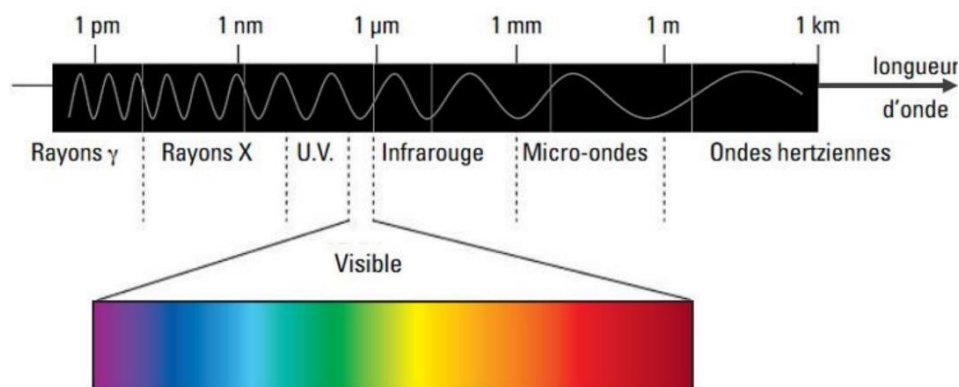

Figure 2 : Représentation du spectre électromagnétique et ses principaux domaines (avec : UV = ultraviolet)
Seulement quatre types de capteurs recouvrent presque la totalité des applications de télédétection par drone en agriculture de précision : le capteur RVB (Rouge-Vert-Bleu ou RGB), le capteur multispectral, le capteur hyperspectral et le capteur thermique. On peut ajouter à ces 4 capteurs le LiDAR, qui fonctionne différemment en recourant à des faisceaux laser. Les hauteurs de vol sont comprises entre 1 et 120 m (hauteur maximal légale autorisée par la réglementation française à ce jour). Les longueurs d'ondes des capteurs s'étendent sur une variété de spectres (cf. figure 2) avec une résolution spectrale pouvant descendre jusqu'à 10 nm (capteur hyperspectral). La résolution spatiale du capteur multispectral varie de 3 à 15 cm/px selon la hauteur de vol, celle du capteur RGB de 1 à 5 cm par pixel. Le vol est réalisé de manière totalement automatique grâce à un logiciel de planification de vols (*ex* : DJI Pilot 2) et sous le contrôle d'un opérateur télépilote certifié. Les débits de chantier du drone permettent de couvrir l'ensemble d'une plateforme expérimentale en quelques minutes, garantissant l'homogénéité des données.
Les capteurs RVB (Rouge-Vert-Bleu) ou visibles sont des capteurs classiques comme on les retrouve sur nos téléphones portable ou appareils photos. Leur dénomination « visible » vient du fait qu'il capturent des photos dans le spectre visible (380-700nm, cf. figure 2), le même auquel sont sensibles nos yeux. Ce sont les capteurs les plus économiques (100 – 10 000€), dotés d'une haute résolution spatiale mais d'une résolution spectrale relativement faible. Ces capteurs sont utilisés pour calculer certains indices de végétation (IV), pour générer des Modèles Numériques d'Élévation (MNE) ainsi que des orthophotographies hautes résolutions (cf. figure6). Parmi les caméras RVB, on retrouve les caméras RVB « modifiées » pour lesquelles le filtre rouge a été retiré et remplacé par un filtre proche infrarouge. Ces capteurs "remplissent des fonctions similaires aux capteurs multispectraux à canaux uniques, mais sont moins précis et les données générées plus relatives.